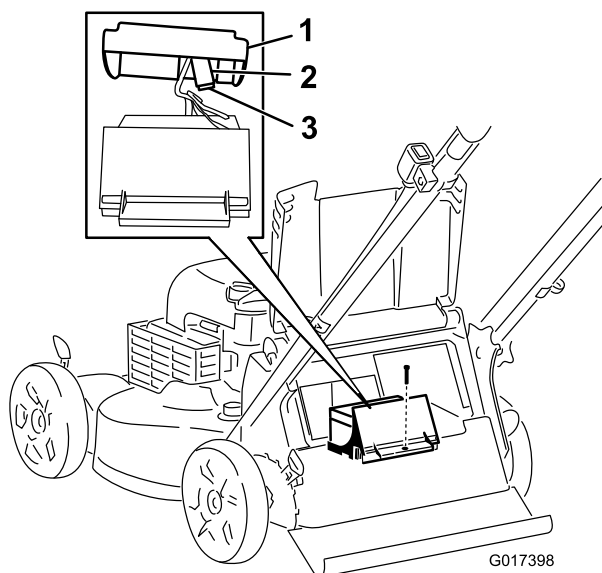

Рисунок 35
3. Снимите крепежный винт аккумуляторного отсека, выньте аккумулятор и найдите предохранитель (Рисунок 35).
4. Замените плавкий предохранитель в держателе (Рисунок 35).